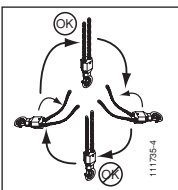

Fig. 4
2. Kontroller at løftekæden ikke er blevet forvredt under opstilling, især hvad angår udgaven med 2 strenge (se fig.4).